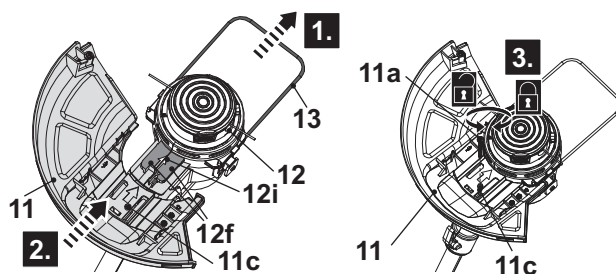

Fig. 1
1. Vire a cabeça do aparador (12) de cabeça para baixo.
3. Retire primeiramente o protetor de plantas (13) (Fig. 1, passo 1), depois alinhe e deslize a proteção (11) nas ranhuras deslizantes (12f) da cabeça do aparador (12) (Fig. 1, passo 2).
4. Fixe a proteção (11) com o parafuso (11a) no sentido horário (Fig. 1, passo 3).